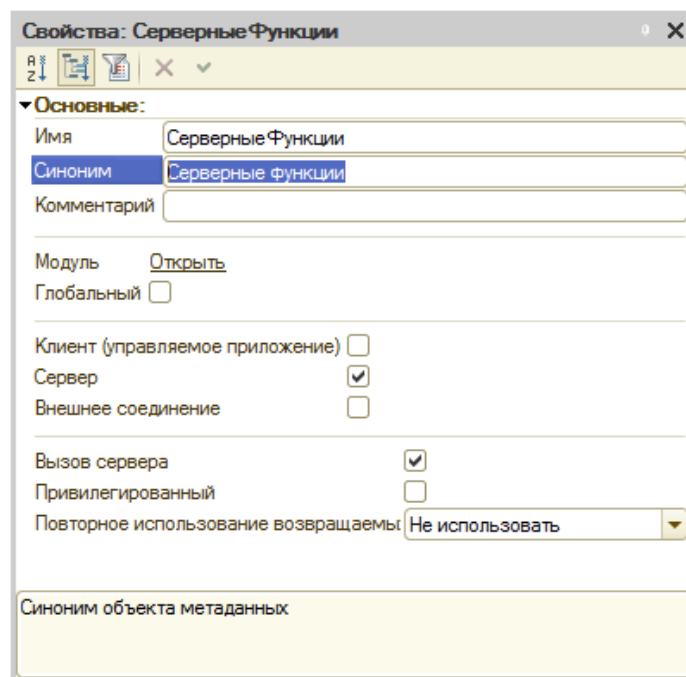

Рисунок 5.14- Общий модуль СерверныеФункции, свойства
7.7 Создадим новый общий модуль (в ветви **Общие модули** дерева конфигурации), назовем его **СерверныеФункции**. Проследим за тем, чтобы в его свойствах были установлены флаги **Сервер** и **Вызов сервера**, Рисунок 5.14.